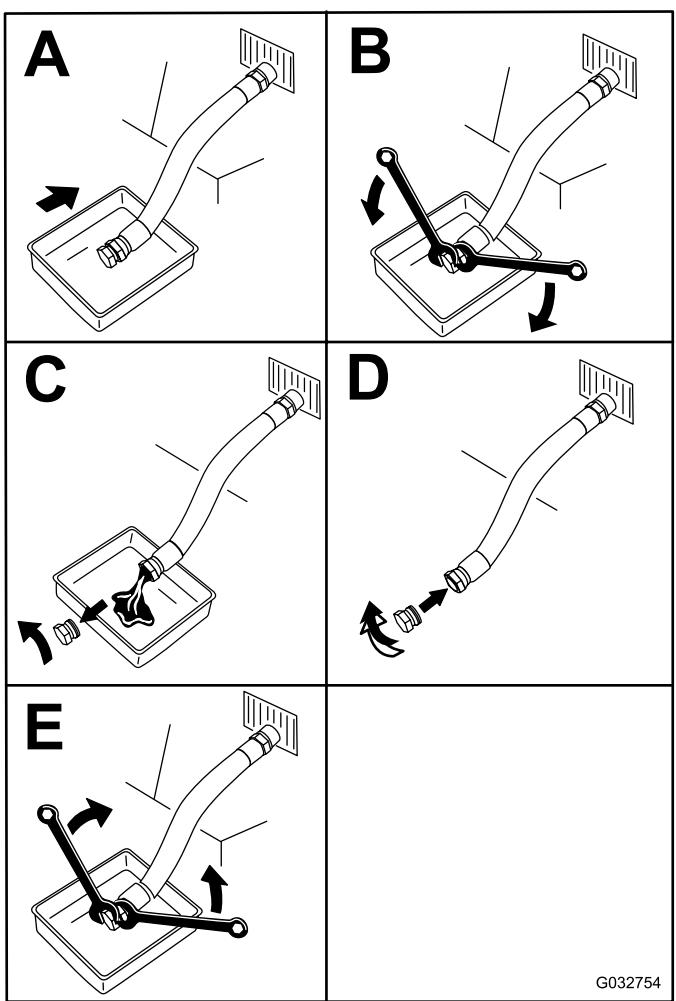

Figura 35
5. Cambie el aceite (Figura 35).